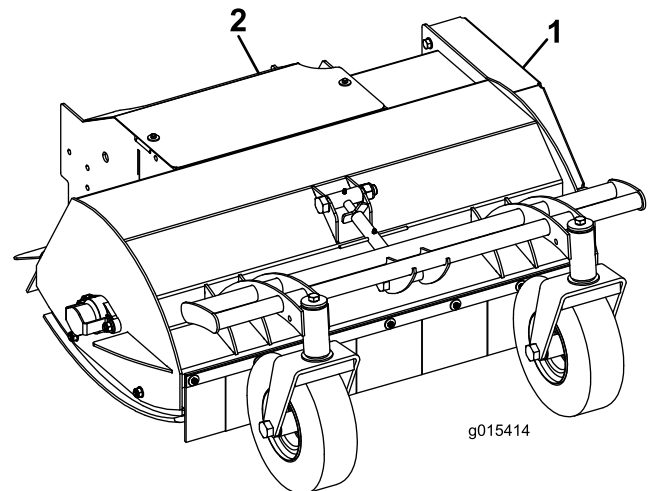

Figure 7
1. Déposez la protection supérieure (Figure 7).